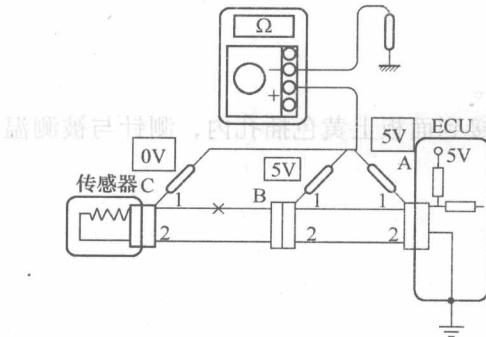

图 1-11 测量电压
② 检查电压 在电控单元插接器端子加有电压的电路中，可以用检查电压的方法来检查断路故障(图1-11)。在各插接器接通的情况下，电控单元输出端子电压为5V的电路中，